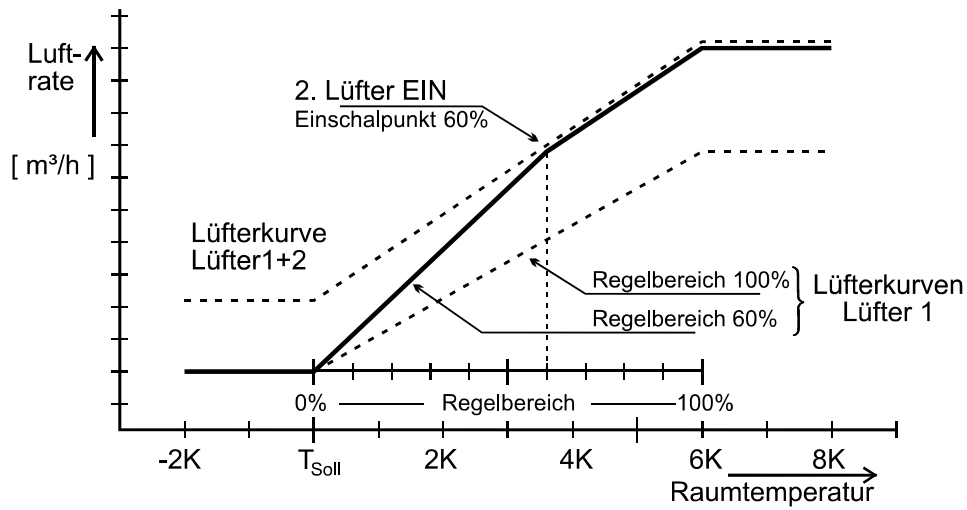

Bild 5: Lüftungskennlinie bei Zuschaltung des 2.Lüfters
- Bild 5: Lüftungskennlinie bei Zuschaltung des 2. Lüfters